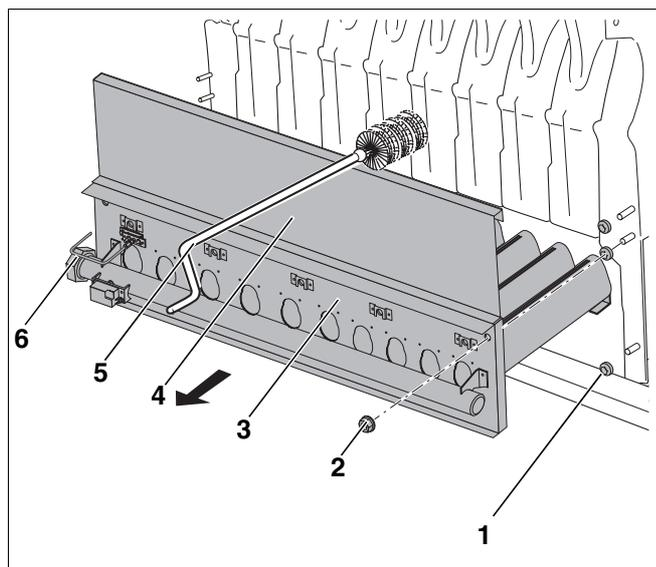
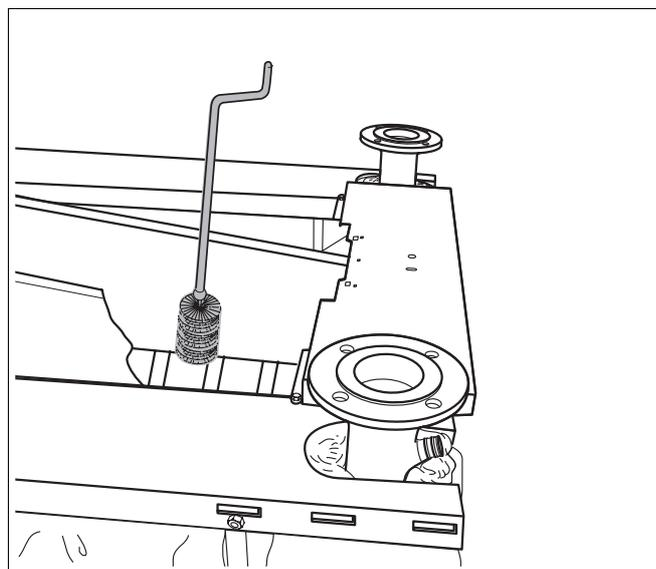

Fig. 17 Smontaggio del bruciatore e pulizia del blocco caldaia
Fig. 18 Pulizia con spazzola
- Separare il bruciatore dall'apparecchiatura del gas in corrispondenza del collegamento a vite (fig. 17, **pos. 6**).
- Rimuovere i dadi di fissaggio (fig. 17, **pos. 2**) dallo schermo del bruciatore (fig. 17, **pos. 3**) ed estrarre il bruciatore.
Durante lo smontaggio del bruciatore gli anelli distanziatori (fig. 17, **pos. 1**) devono restare sui prigionieri.
Il coperchio di pulizia (fig. 17, **pos. 4**) del bruciatore può essere estratto solo dopo lo smontaggio del bruciatore.
- Smontare il coperchio di pulizia (fig. 17, **pos. 4**), dopo aver rimosso i dadi esagonali.
- Spazzolare più volte i tiraggi dei gas scaldanti, procedendo alternativamente di lato (orizzontalmente) e dall'alto (cfr. fig. 17 e fig. 18).